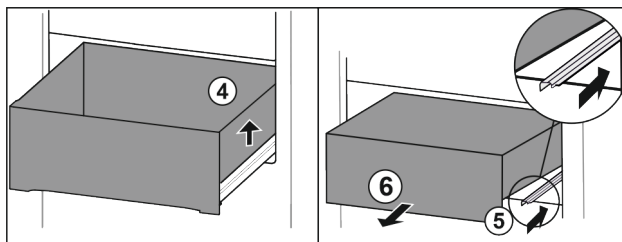

Fig. 69
► Lade rechts optillen. Fig. 69 (4)
► Rechter rail erin schuiven. Fig. 69 (5)
► Lade naar voren toe verwijderen. Fig. 69 (6)